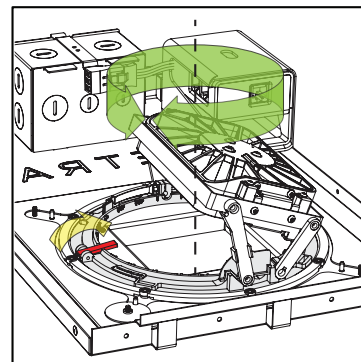

fig. 6
- d. Desbloquee la traba de rotación tirando de ella hacia la abertura del artefacto. El bloqueo de la rotación es la palanca roja vertical ubicada frente al cuerpo del chasis del emisor (consulte la fig. 6).